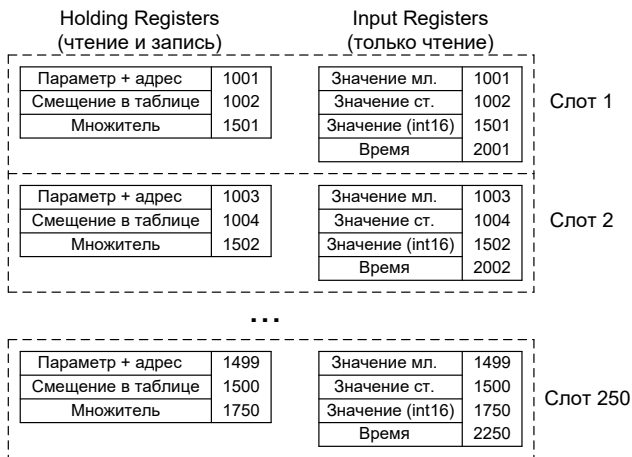

Рисунок 5 – Слоты опроса
3.5.3.4 **Измеряемые параметры преобразователей** доступны по протоколу «Modbus RTU» через слоты опроса (250 ячеек), в которые помещаются значения параметров преобразователей (рисунок 5). Каждый слот может хранить значение одного параметра преобразователя (или одной ячейки таблицы). Опрос преобразователей по линии СЕНС адаптер выполняет независимо от запросов по протоколу «Modbus RTU».